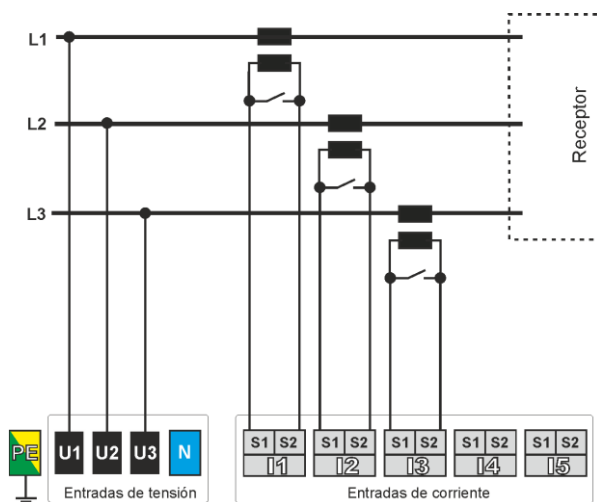

Fig. 28. Esquema de conexión – sistema trifásico de 3 hilos, conexión directa de tensiones.
- de 3 fases 3 hilos (Fig. 28),